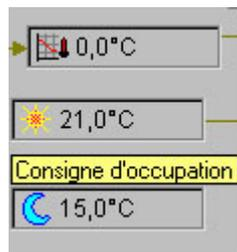

Figure 2.78 :
- Consigne d'occupation : cette température de consigne, comprise entre 0 et 25,5 degrés, permet de fixer la température désirée lorsque la zone est occupée par des personnes (figure 2.78)